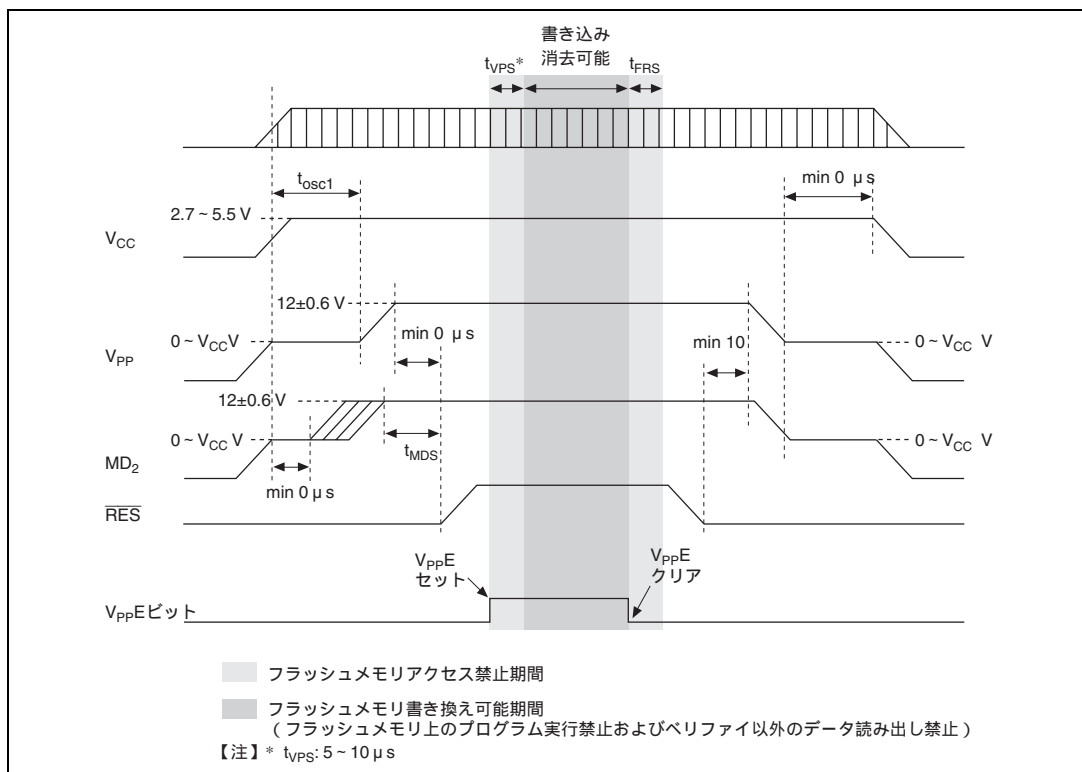

図 19.22 電源投入/切断タイミング (ブートモード)
- (4) プログラム電圧 ( $V_{pp}$ ) の印加 / 切断時の注意 (図19.22 ~ 図19.24参照)